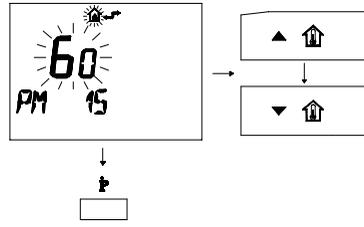

fig. 5.19
- 4 Modificare il SET programmato agendo sui pulsanti  $\blacktriangle \uparrow$  o  $\blacktriangledown \downarrow$  fino a visualizzare un set di 60, aspettare che il numero programmato cominci a lampeggiare fig. 5.19